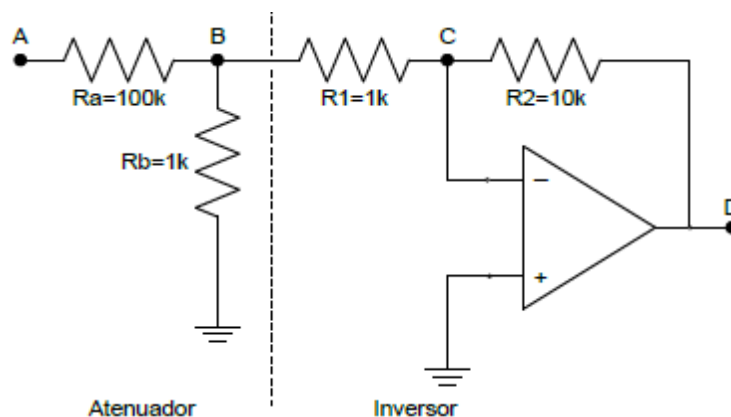

Figura 1: Circuito Amplificador Inversor com Atenuador na Entrada
- A. Monte o circuito da figura 1. As resistências R_a e R_b formam um circuito atenuador, o qual permite aplicar pequenos sinais a entrada do amplificador no nó B. Sem este circuito, a fonte de sinal não é capaz de proporcionar sinais de pequenas amplitudes (mV).
A. Utilizando o circuito da Figura 1, aplicar uma tensão de +12V na entrada (nó A).
A. Modificar o circuito da Figura 1 com a substituição da resistência Ra para o valor de 10kΩ.